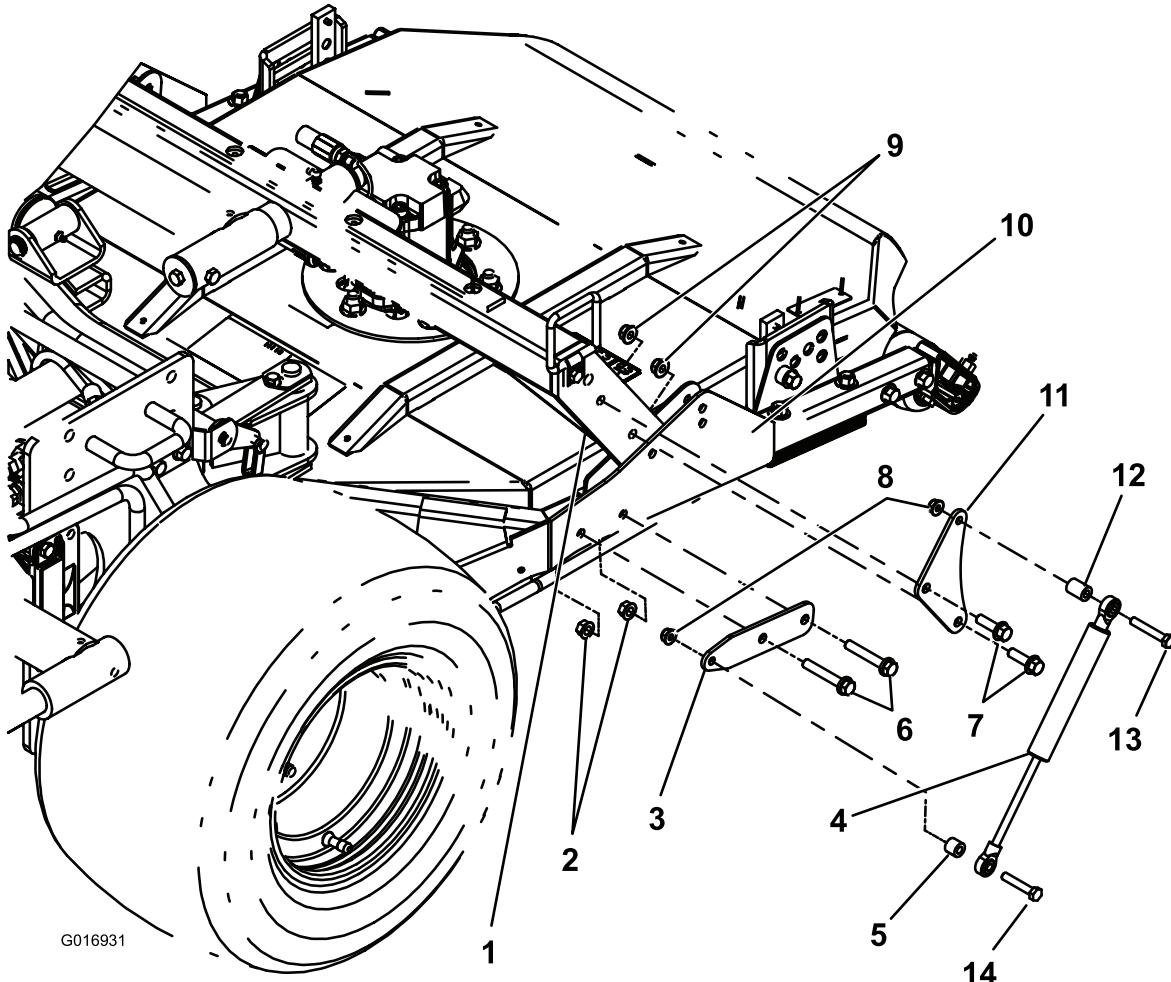

Figure 2
3. Fixez la plaque de montage d'amortisseur avant au cadre du plateau avec 2 boulons à tête-embase hexagonale (3/8 x 2-1/4") et 2 écrous à embase (3/8"), comme illustré à la (Figure 2).
4. Fixez la plaque de montage d'amortisseur arrière au bâti porteur avec 2 boulons à tête-embase hexagonale (3/8 x 1-1/4") et 2 écrous à embase (3/8") (Figure 2).
5. Fixez l'amortisseur aux plaques de montage avant et arrière avec une entretoise longue, une entretoise courte, un boulon à tête hexagonale (5/16 x 2"), un boulon à tête hexagonale (5/16 x 1-3/4") et 2 écrous à embase (5/16") (Figure 2).